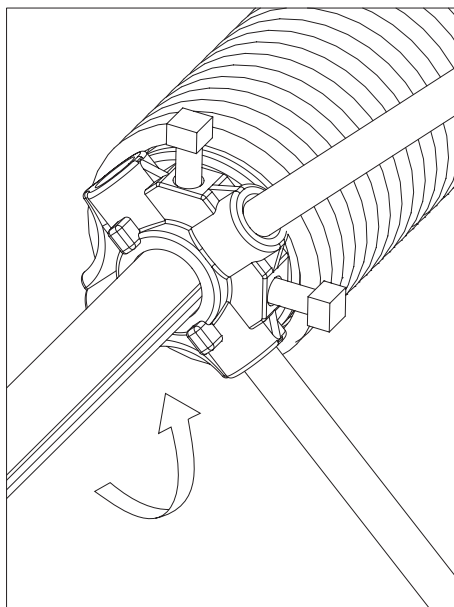

Рис. 39
- установить вороток в гнездо натяжного наконечника, находящееся внизу (рис. 39).